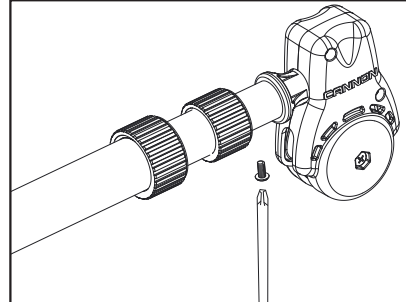

Figure 10
3. Fixez l'extrémité du bras à l'aide d'une vis n° 8, comme illustré. Serrez à l'aide d'un tournevis cruciforme en tournant la vis dans le sens horaire jusqu'à ce qu'elle soit serrée. (Figure 10)